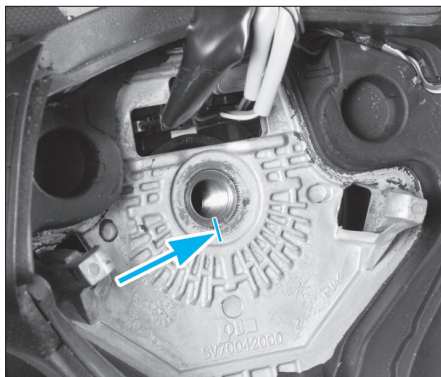

FIG. 2
- placer le volant en respectant les repères d'alignement (Fig.2).